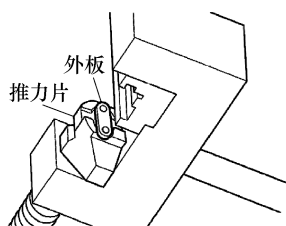

图 10-14 外板放入推力片内侧
12) 把外板(厚度为 1.2mm)放到推力片内侧, 如图 10-14 所示。